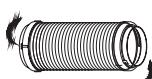
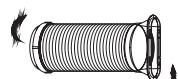

Fig. 16
Fig. 17
1. Installare l'adattatore di scarico B per la finestra sul tubo di scarico, come mostrato nella Fig. 16. o nella Fig. 17. Fare riferimento alle pagine anteriori per l'installazione del kit a finestra.